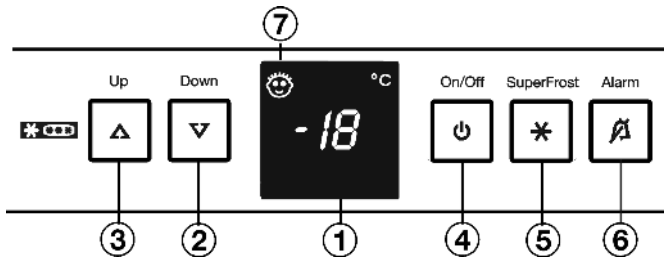

Fig. 2
- ▶ Premere il tasto On/Off Fig. 2 (4).
- ▶ Attivazione del modo regolazione: Premere il tasto SuperFrost Fig. 2 (5) per ca. 5 s.
- ▶ Premere il tasto di regolazione Up Fig. 2 (3) o il tasto di regolazione Down Fig. 2 (2) per selezionare  $h$ .
- ▶ Confermare: Premere brevemente il tasto SuperFrost Fig. 2 (5).
- ▶ Regolazione del display più chiaro: Premere il tasto di regolazione Up Fig. 2 (3).
- ▶ Regolazione del display più scuro: Premere il tasto di regolazione Down Fig. 2 (2).
- ▶ Confermare: Premere il tasto SuperFrost Fig. 2 (5).
- ▶ Disattivazione del modo regolazione: Premere il tasto On/Off Fig. 2 (4).